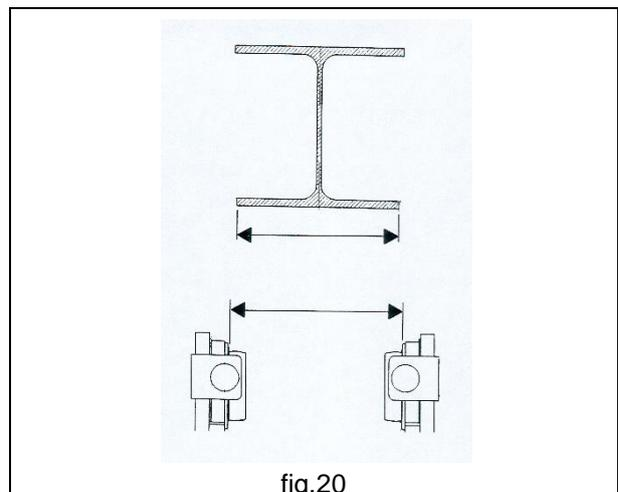

fig.20
- Dans le cas des potences type H ou T, s'assurer que le chariot porte palan correspond à la largeur de Fer de roulement (fig.20).